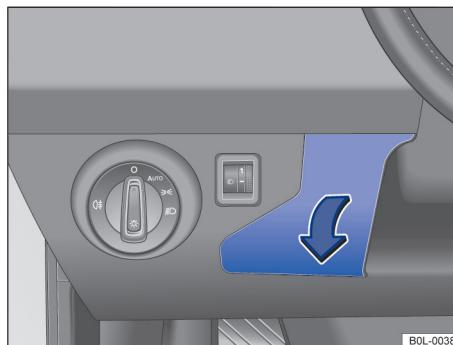

图 126 驾驶员侧仪表板：保险丝盒盖板
- 抓住盖板 → 图 126 的表面并将盖板沿箭头方向向外拉。